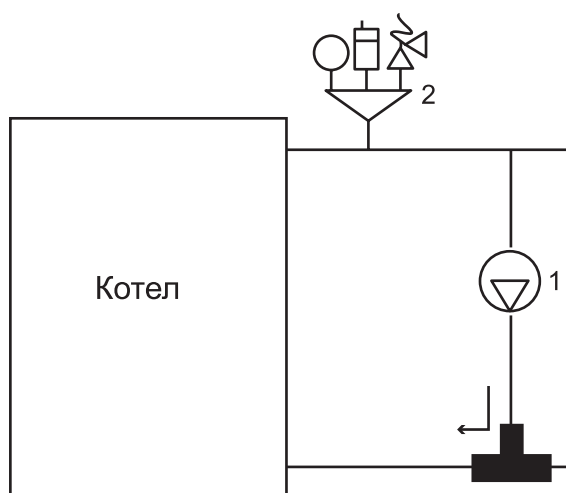

Рис. 11
- На линии подачи теплоносителя в непосредственной близости от котла необходимо устанавливать группу безопасности (поз. 2, рис. 11). Группа безопасности включает в себя такие элементы, как манометр, автоматический воздухоотводчик и аварийный сбросной клапан.